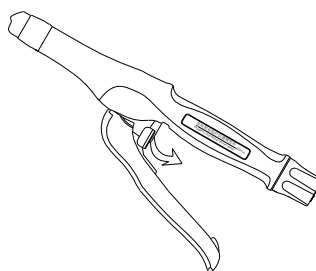

Рисунок 5
5. Поверните регулировочную гайку на задней стороне степлера по часовой стрелке, чтобы уменьшить расстояние между концами тканей, пока индикатор в окошке не достигнет зеленой области (рис. 5) (соблюдайте осторожность при сжатии, не допуская повреждения ткани; прекратите вращение, когда почувствуете сопротивление). Не допускается снимать предохранитель, если индикатор не находится в зеленой области. Если индикатор выходит за пределы зеленой области, хотя регулировочная гайка полностью затянута, следует раскрыть изделие и выполнить регулировку (ввиду слишком большого количества ткани).